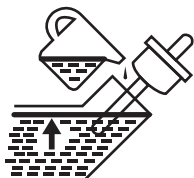

FIGURA 30: Nivel de aceite para motor
4. Inserte la tapa para llenado de aceite en el orificio para llenado de aceite, pero no la atornille (Figura 30).